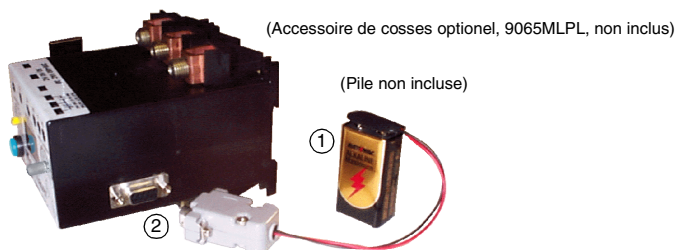

Figure 5 : Connexion de l'adaptateur de pile à 9 V
- *Adaptateur de pile à 9 V* : Appliquer 9 V $\overline{\text{---}}$ à l'adaptateur fourni avec le RSCT. Voir la figure 5.